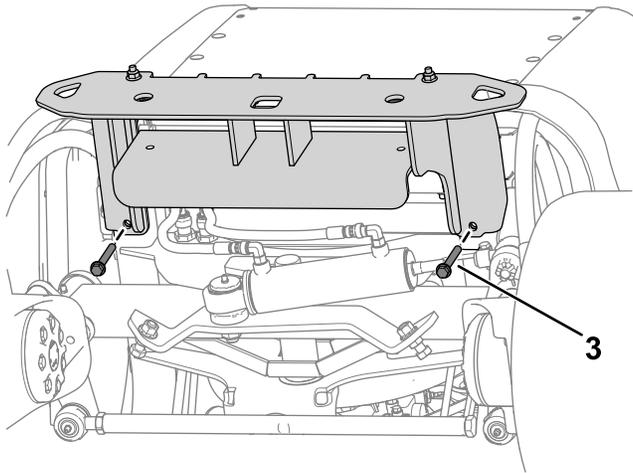

图 16
2. 使用 4 个螺栓  $\frac{3}{8}$  x 3-1/4 英寸和 4 个螺母  $\frac{3}{8}$  英寸将缓冲器的上部区域松散地固定到机器机架上如图 16 所示。
4. 使用 2 个螺栓 $\frac{3}{8}$  x 3 英寸和 2 个螺母 $\frac{3}{8}$  英寸将缓冲器松散地固定到机器机架下方如 图 16 所示。